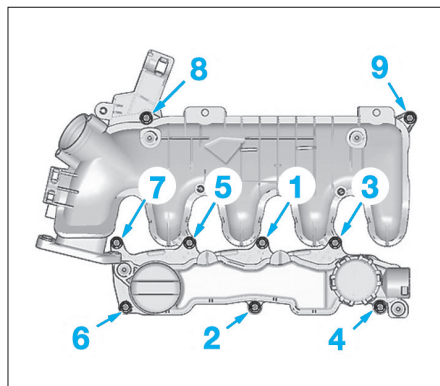

Fig. 45
- Respecter l'ordre de serrage du déshuileur (Fig.45).